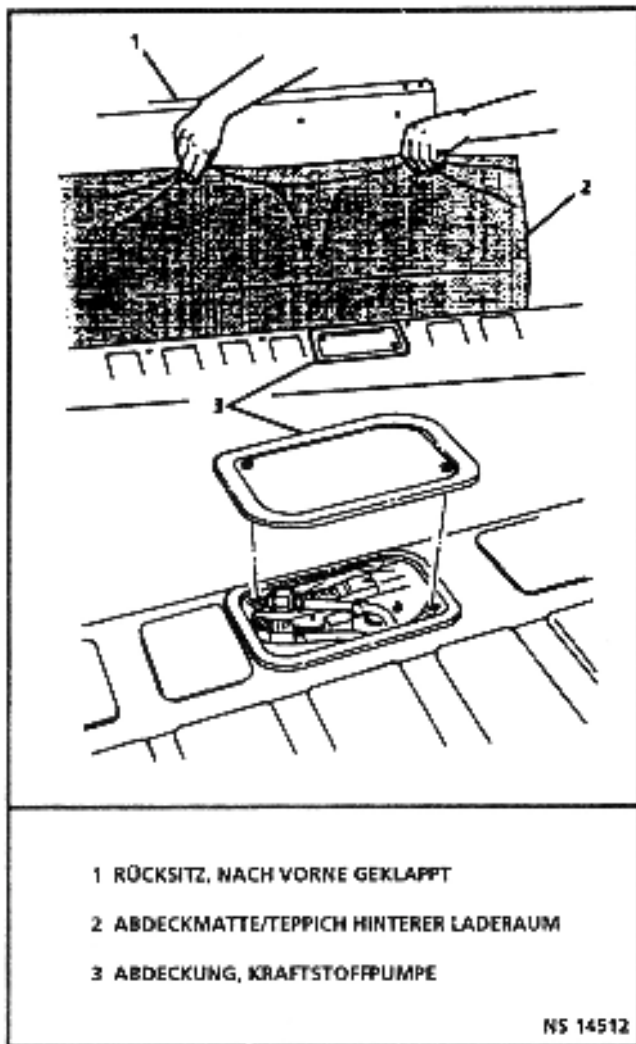

Bild 3.2-4 Einbaulage - Zugang zur Kraftstoffpumpe
1. Gangschaltung auf Leerlauf (N) einstellen, Feststellbremse ziehen und Antriebsräder blockieren.
2. Anschluss zur Kraftstoffpumpe trennen (siehe Bild 3.2-4 und 3.2-5).